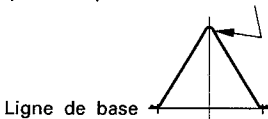

Fig. 9 Ligne de base
- Appliquer un signal faible du généscope sur Ⓔ. Régler T201 afin d'obtenir un gain maximum et la forme d'onde de la Fig. 9. Si le centre de la forme d'onde ne peut pas être aligné sur le marqueur, régler la balance droite/gauche.